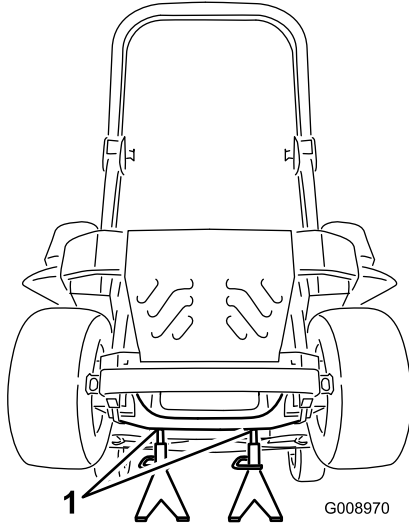

Figura 91
3. Levante la máquina y apóyela sobre gatos fijos (Figura 91).
9. Retire los gatos fijos y baje la máquina (Figura 91).